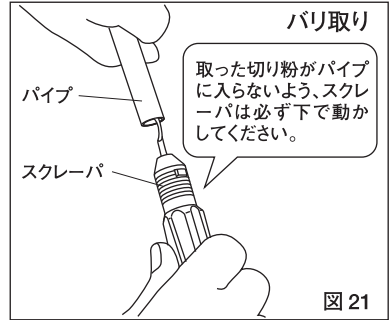

図 21
- ③ 切断面のバリをスクレーパ、リーマ、ヤスリなどで取り除いてください。(図21)